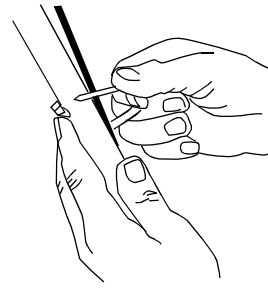

Figura 14
- Asegure el cable del gatillo de giro a la derecha al mango derecho inferior, usando el amarre de cable provisto en el conjunto de ferretería. Vea la Figura 14.